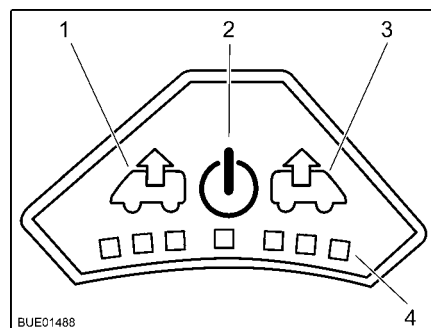

Bild 129 Fläkttreglage
- Tryck på på/av-knappen (Bild 129,2). Fläkten går i komfortläge (vädring med lägsta fläktvarvtal).
- För att höja fläktvarvtalet: Tryck på vädringsknappen (Bild 129,1). Fläktvarvtalet i vädringsriktningen ökar en nivå. Lampor (Bild 129,4) visar de olika nivåerna.
- För att minska fläktvarvtalet: Tryck på ventilationsknappen (Bild 129,3). Fläktvarvtalet minskar en nivå.
- För att höja fläktvarvtalet: Tryck på ventilationsknappen (Bild 129,3). Fläktvarvtalet i ventilationsriktningen ökar en nivå. Lampor (Bild 129,4) visar de olika nivåerna.
- För att minska fläktvarvtalet: Tryck på vädringsknappen (Bild 129,1). Fläktvarvtalet minskar en nivå.
- Tryck på på/av-knappen (Bild 129,2). Fläkten stannar och lamporna släcks.